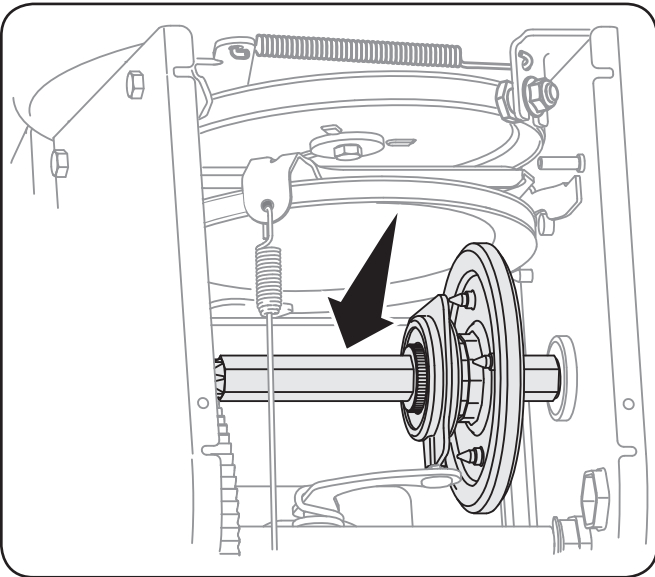

Fig. 6-2
4. Appliquez une légère couche de pâte anti-grippant sur l'arbre hex. Voir la Fig. 6-2.